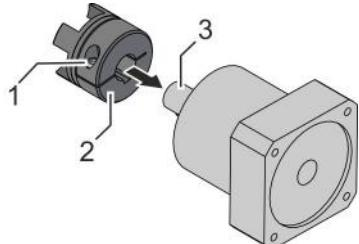

Fig. 18: Montaggio del mozzo di bloccaggio
4. ➤ Spingere il mozzo di bloccaggio (Fig. 18/2) del giunto sull'ala-bero motore (Fig. 18/3).
5. ➤ Stringere la vite (Fig. 18/1) sul mozzo di bloccaggio: